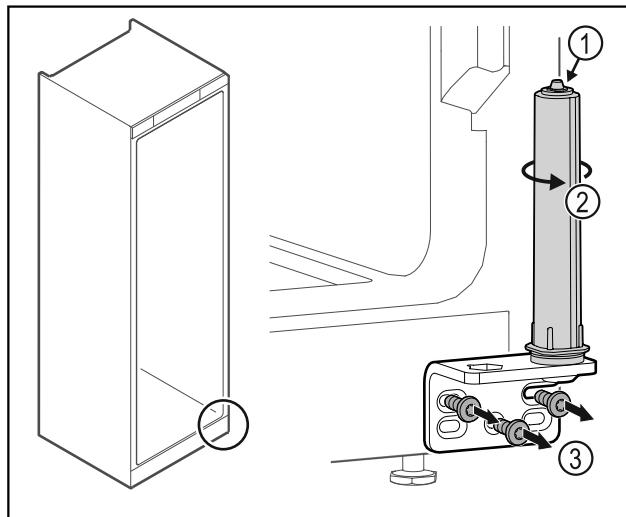

Fig. 39
- ▶ Ärge võtke ukسلukustussüsteemi lahti Fig. 39 (1).
- ▶ Keerake sulgemissüsteemi Fig. 39 (2), kuni see klõpsub.
- ▶ Kruvige šarniirnergik Fig. 39 (3) maha.